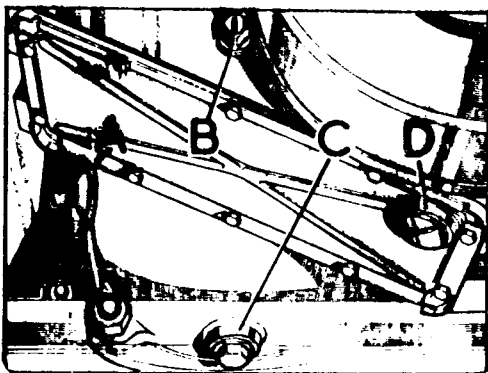

Fig. C-12 Tapones de llenado y nivel,
- 1.2. Quitar los tapones de vaciado, C y D (Fig. C-12) de la caja de velocidades y de la reductora.
- 2.1. Retirar los tapones A y B (Fig. C-12).
- 2.2. Utilizando el tipo de aceite que corresponda (Sección X) llenar la caja de velocidades hasta que el nivel de lubricante alcance el tapón, A (Fig. C-12). Lo mismo se hará con la caja reductora, tomando como referencia los agujeros B. Terminada la operación se colocarán los tapones.